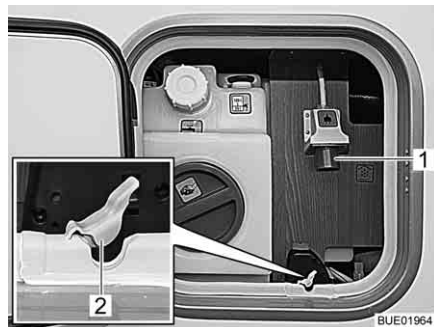

Fig. 170 Collegamento a 230 V sul veicolo
- Aprire la chiusura ermetica (Fig. 170,2) del passacavo.
- Infilare l'innesto rapido sul collegamento a 230 V (Fig. 170,1) del veicolo.
- Sfilare l'innesto rapido sul collegamento (Fig. 170,1) del veicolo e rimuovere il cavo di allacciamento.
- Spingere la chiusura ermetica (Fig. 170,2) del passacavo nella scanalatura della guarnizione dello sportello di servizio.